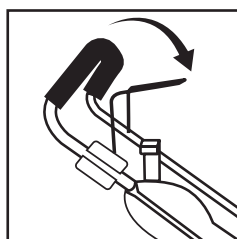

Рис. 22
1. Отпустите скобу включения зажигания двигателя (Рис. 22).